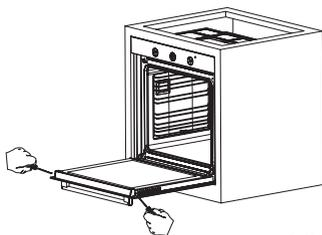
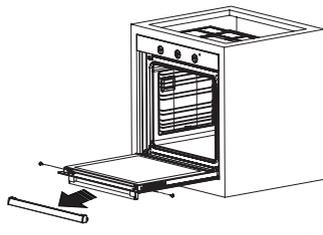
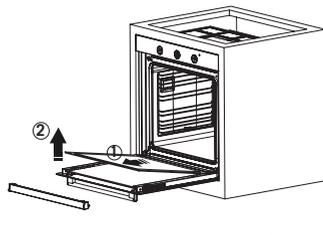

Figura 13
Figura 14
Figura 15
2. Rimuovere le viti sul lato sinistro e destro come mostrato in figura 13. Rimuovere il profilo tirandolo verso di sé come mostrato in figura 14. Come mostrato nella figura 15, una volta rimosso il profilo, il vetro sarà disinserito. Tirare con cautela il vetro che si è disinserito verso di sé. Se necessario, il vetro centrale può essere rimosso nello stesso modo. Il vetro esterno è fissato al profilo dello sportello del forno. I vetri possono essere facilmente puliti dopo che sono stati disinseriti. Una volta completata la pulizia e la manutenzione, è possibile sostituire i vetri e il profilo eseguendo la procedura di rimozione al contrario. Assicurarsi che il vetro sia inserito nella direzione corretta e che il profilo sia posizionato correttamente.